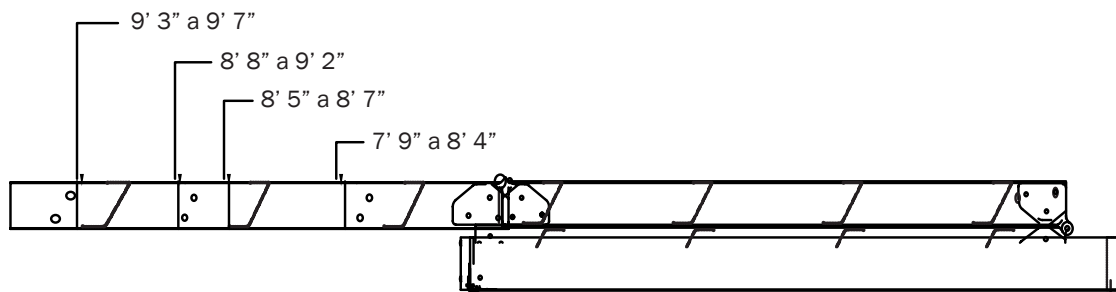

Figura 3
3. Para los modelos AA229GS y AA259GS, desdoble la sección superior como se muestra en la Figura 3.